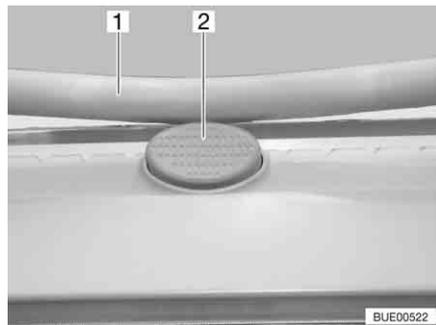

Fig. 96 Botón de seguridad en la claraboya Heki
- Pulsar el botón de seguridad (Fig. 96,2) y tirar el estribo (Fig. 96,1) hacia abajo con ambas manos.
- Presionar el estribo hacia arriba con ambas manos hasta que el estribo se encuentre encima del botón de seguridad (Fig. 96,2).